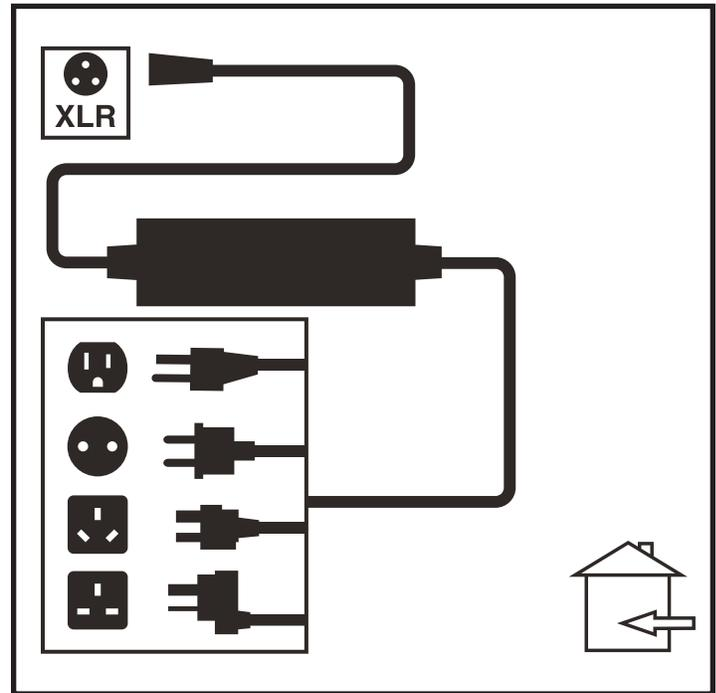

Figura 17. Cargado de baterías
3. Enchufe el cargador externo al conector correspondiente en el regulador. **Ver figura 17.**